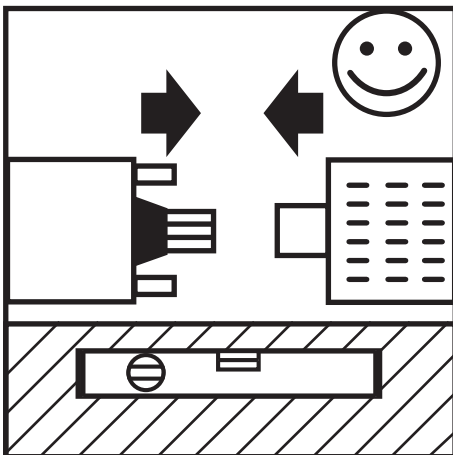

Fig.: 11
1. Motor und Aggregat horizontal und eben auflegen (Fig.: 11).